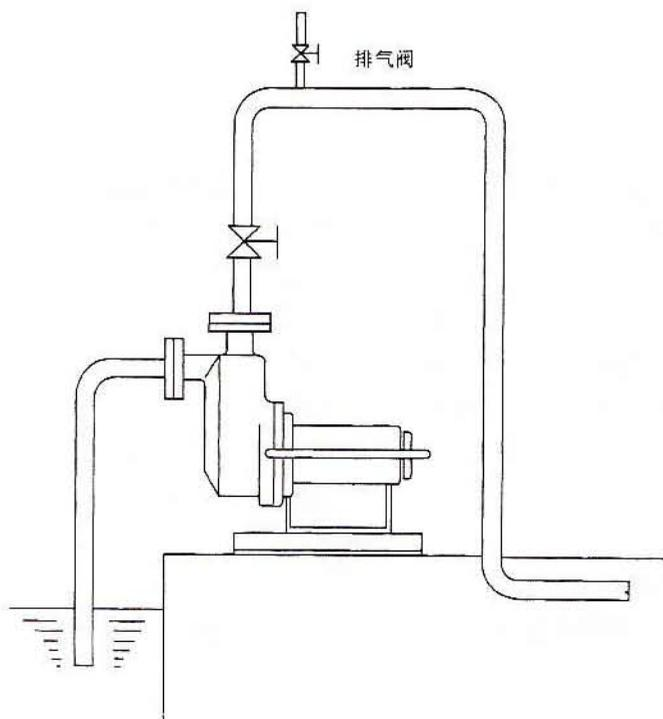

图 12
- f. 排出侧的管路,如图 12 所示,如果有空气贮留就会使自吸困难,因此需要设置排气阀。